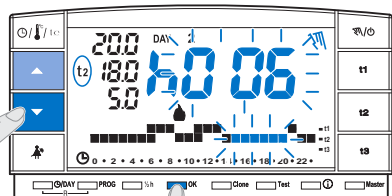

Abb. 46
- Betätigen Sie die Tasten ▲▼, um die gewünschte Dauer einzustellen. Drücken Sie **OK**, um zu bestätigen (Beispiel Abb. 46).